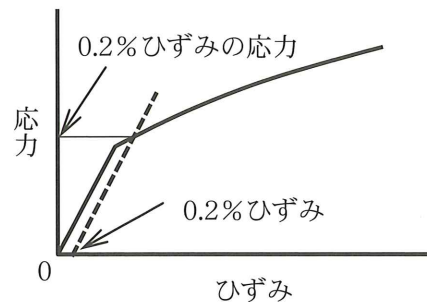

図2 応力-ひずみ線図
- (1) 軟鋼について引張試験をした結果、下の表1の測定結果を得られた。この材料の引張強さ[MPa]、ひずみ[%]を求める計算式と答えを解答欄に記入しなさい。ただし、 π は3.14を用い、答えは小数第1位を四捨五入し、整数で求めなさい。
- (2) 非鉄金属では、下の図2のような応力-ひずみ線図になり、降伏点が現れない。このような場合には、規定された永久ひずみを起こすときの応力から降伏点を求める。特に規定のない場合は、永久ひずみの値を0.2%として求める。このようにして求めた応力を何と呼ぶか答えよ。